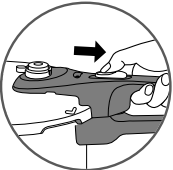

fig. 1
- À l'aide du pouce tirez sur le bouton d'ouverture (**E**) et maintenez-le reculé - fig. 1.